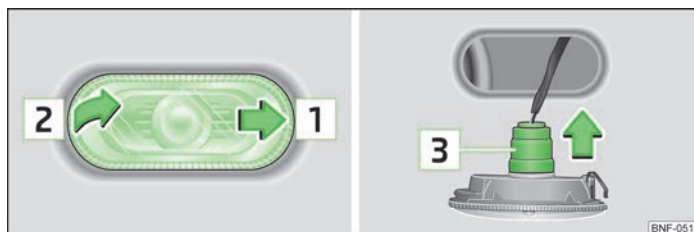

Fig. 123 Lado derecho: Cambiar la bombilla de la lámpara de luz intermitente
- Empujar la lámpara de luz intermitente lateral en la dirección de la flecha **1** » fig. 123.